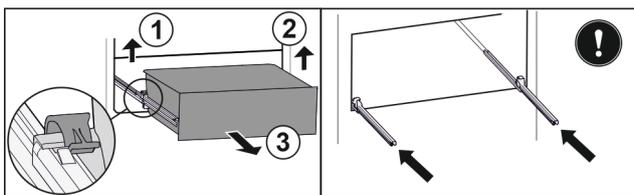

Fig. 34*
- Soulever la bride de serrage gauche et tirer dans le même temps le tiroir sur la gauche vers l'avant Fig. 34 (1).*
- Soulever la bride de serrage droite et tirer dans le même temps le tiroir sur la droite vers l'avant Fig. 34 (2).*
- Retirer le tiroir par l'avant Fig. 34 (3).*